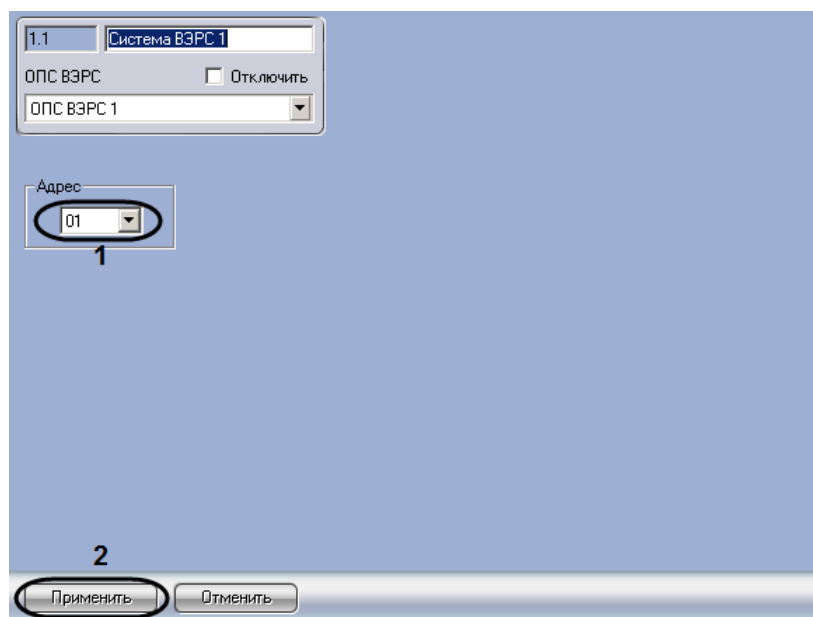

Рис. 3.4—2 Настройка прибора ВЭРС-ПК24мм
2. Из раскрывающегося списка **Адрес** выбрать аппаратный адрес подключенного прибора (см. Рис. 3.4—2, 1). Данный адрес может быть установлен при автоматическом построении дерева объектов. В таком случае не рекомендуется менять значение в данном поле.
3. Нажать на кнопку **Применить** (см. Рис. 3.4—2, 2).